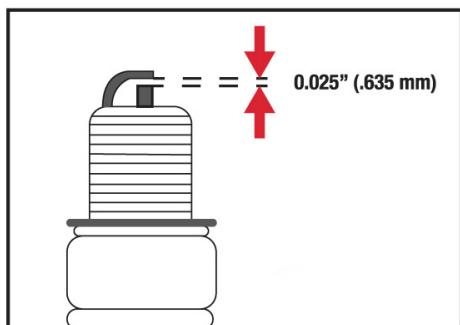

Fig. 11
1. Abertura de bujía = 0,635 mm (.025 ") (Fig. 11).